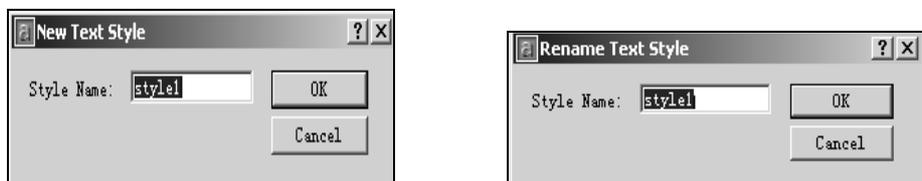

图 4-65 New Text Style (新样式名称) 对话框 图 4-66 Rename Text Style (重命名文字样式) 对话框
- **New (新建)** 该按钮用于创建新的文字样式。单击 New (新建) 按钮, AutoCAD 2004 自动弹出如图 4-65 所示的 New Text Style (新样式名称) 对话框。用户可以在上述对话框重的 Style Name 文本框中输入新文字样式的名称。